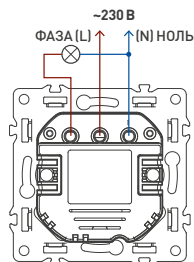

Рис. 2. Схема подключения
- 3.4. Подключите выключатель в соответствии со схемой на рис. 2.
Неправильное подключение или обрыв проводов	Проверьте надежность подключения проводов (см. рис. 2)